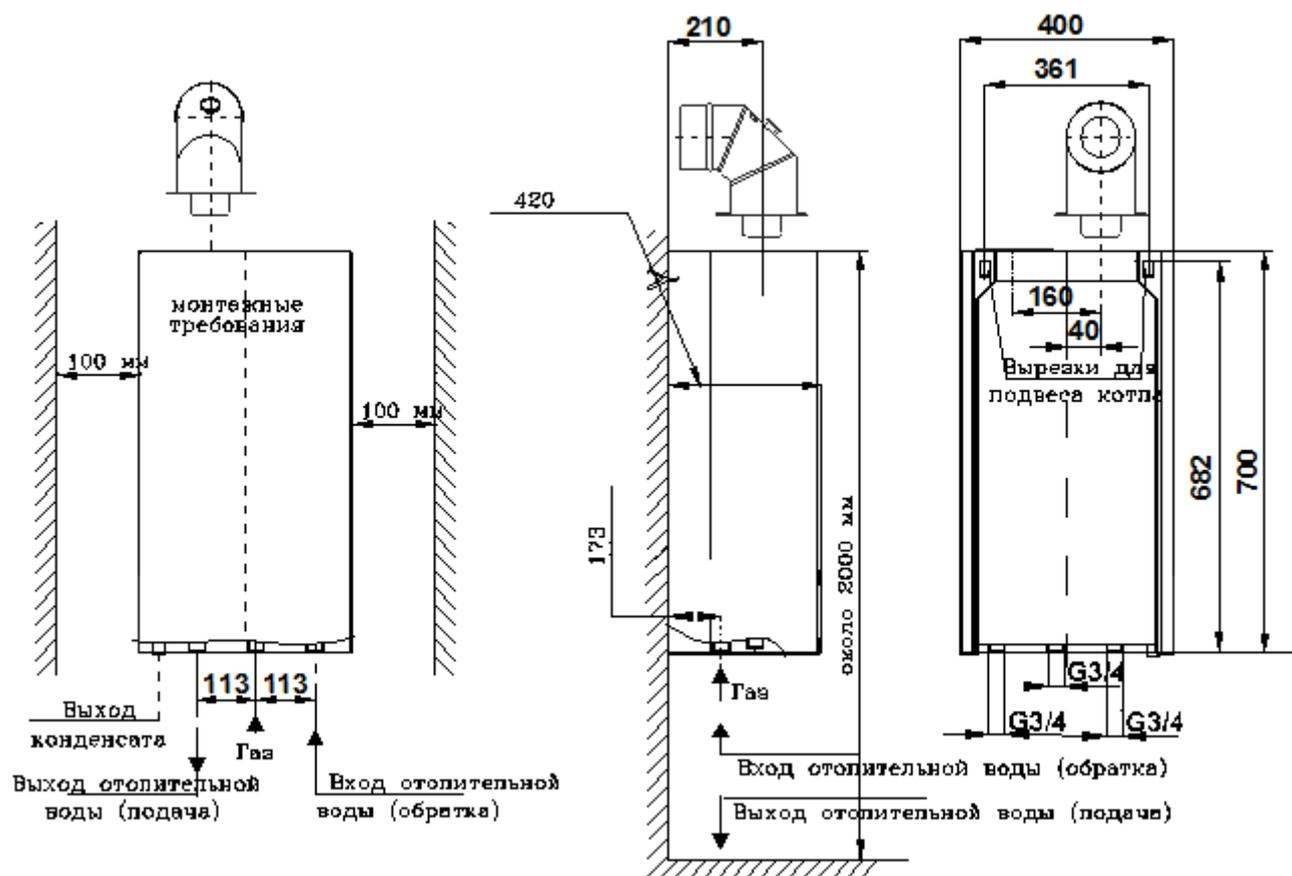

Рис.. 3.3.1 Установочные размеры одноконтурного аппарата типа АОГВ 50К
- Патрубки питания (подачи) и возврата (обратки) контура отопления аппарата прикрутить к установке при помощи соединителей. Расположение патрубков указано на рис.3.3.1.